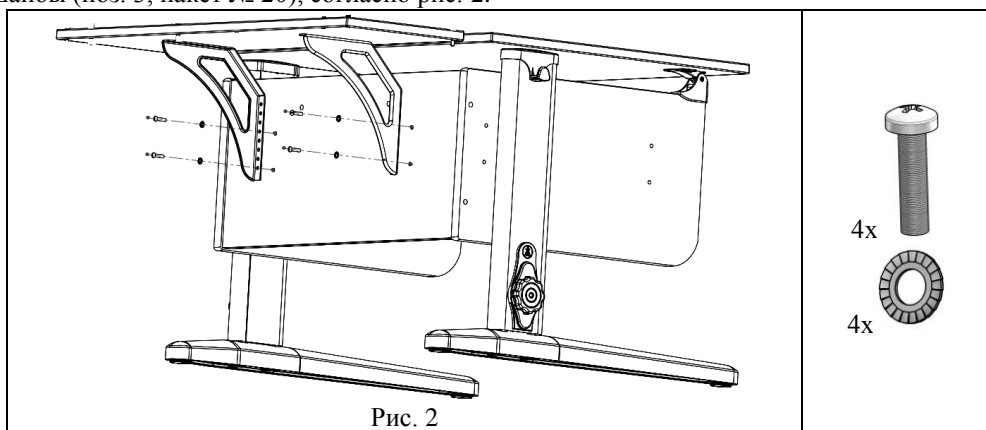

Рис. 2
5.2.1 Из стенки задней основания стола удалить заглушки технологические и прикрутить полку при помощи винтов (поз. 2, пакет № 20), через шайбы (поз. 3, пакет № 20), согласно рис. 2.
6.3 Для регулировки полки по высоте следует выкрутить винты крепления полки к столу согласно рис. 2, установить полку на требуемую высоту и снова закрутить винты крепления полки.